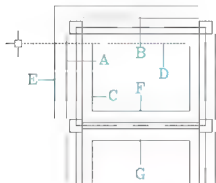

图 5.8 拉长 D 大放脚
(5) 拉长 D 大放脚。在无命令状态下选中 D 大放脚, 出现 3 个蓝色夹点。单击左侧夹点使其变红, 打开【正交】功能, 然后向左水平拉长 D 大放脚至如图 5.8 所示。